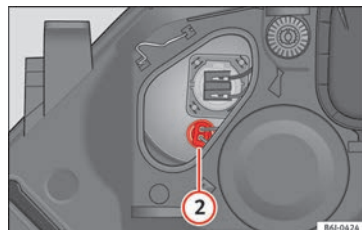

Abb. 181 Standlicht.
- Ziehen Sie den Stecker **» Abb. 181 ②** nach außen ab.